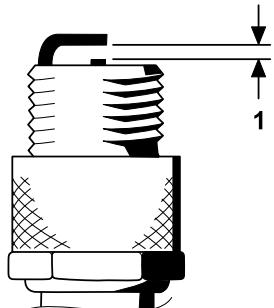

Figura 32
4. Ajuste a folga existente entre a zona central e lateral do elétrodo para 0,76 mm, como se mostra na Figura 32.